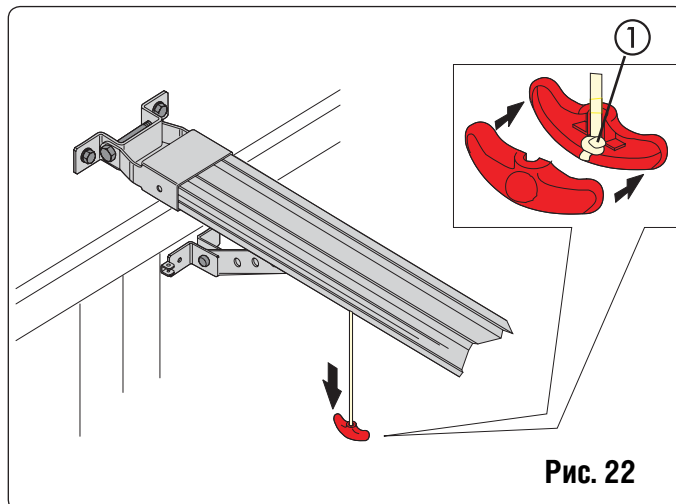

Рис. 22
2. Завяжите узел на конце шнура и соберите ручку расцепителя (рис.22).